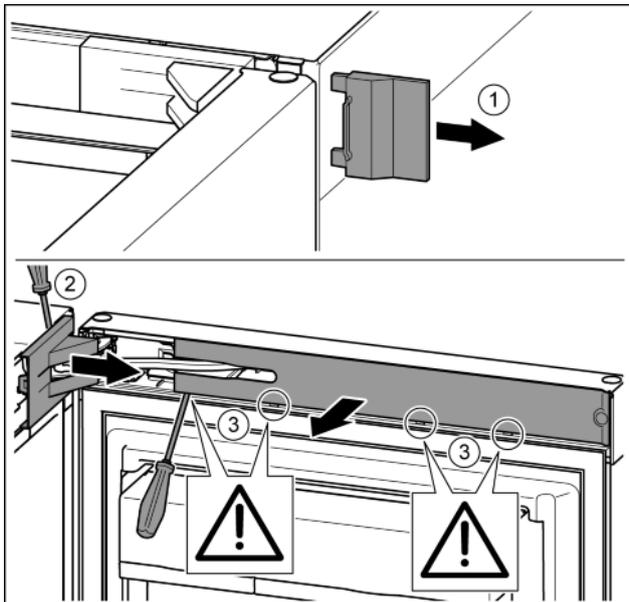

Fig. 7
- ▶ Снять внешнюю крышку. Fig. 7 (1)
- ▶ При помощи отвертки освободить от фиксаторов крышку опорного кронштейна и отсоединить. Снять крышку опорного кронштейна. Fig. 7 (2)
- ▶ Вывести накладку из зацепления и отвести в сторону. Fig. 7 (3)